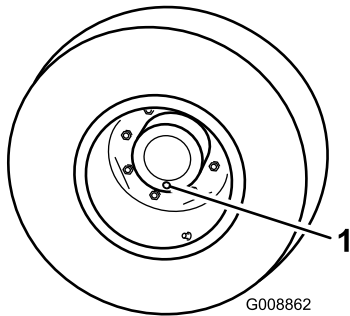

Figura 55
1. Coloque a máquina numa superfície nivelada e posicione uma roda de forma a que um dos tampões de verificação se encontre na sua posição mais baixa (6 horas) (Figura 55).